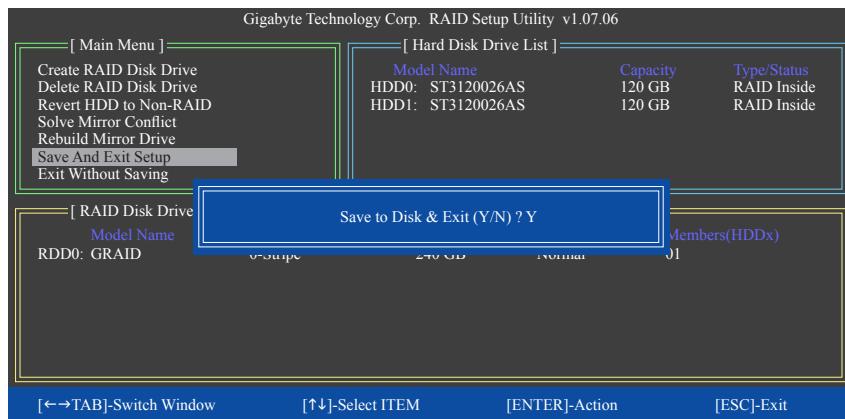

図 10
7. **Save and Exit Setup:** RAID アレイを構成した後、メイン画面で **Save And Exit Setup** 項目を選択し、設定を保存してから RAID BIOS ユーティリティを終了し、<Y>を押します (図 10)。